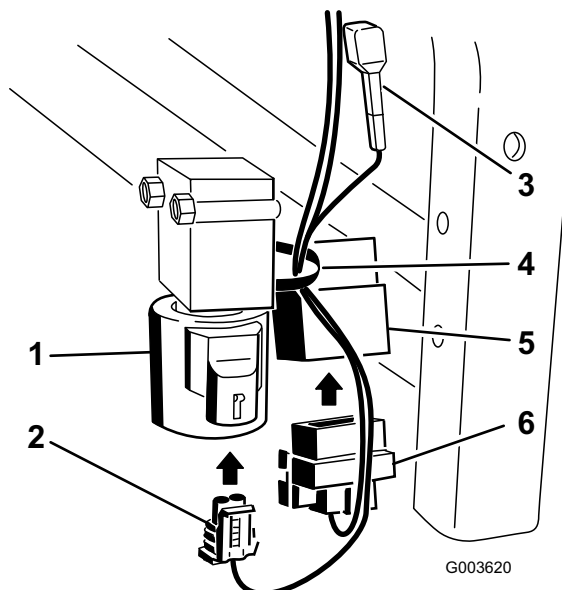

図 35
8. バルブ脇に取り付けてあるリレーに、四角いコネクタを接続する (図 35)。
9. バルブに小さいコネクタを取り付ける (図 35)。